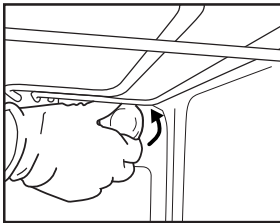

Abb. 8
2. Schrauben Sie die Lampenabdeckung ab (Abb. 8). Wechseln Sie die Glühlampe aus (bezüglich des Typs siehe nachstehenden Hinweis) und schrauben Sie die Lampenabdeckung wieder auf.